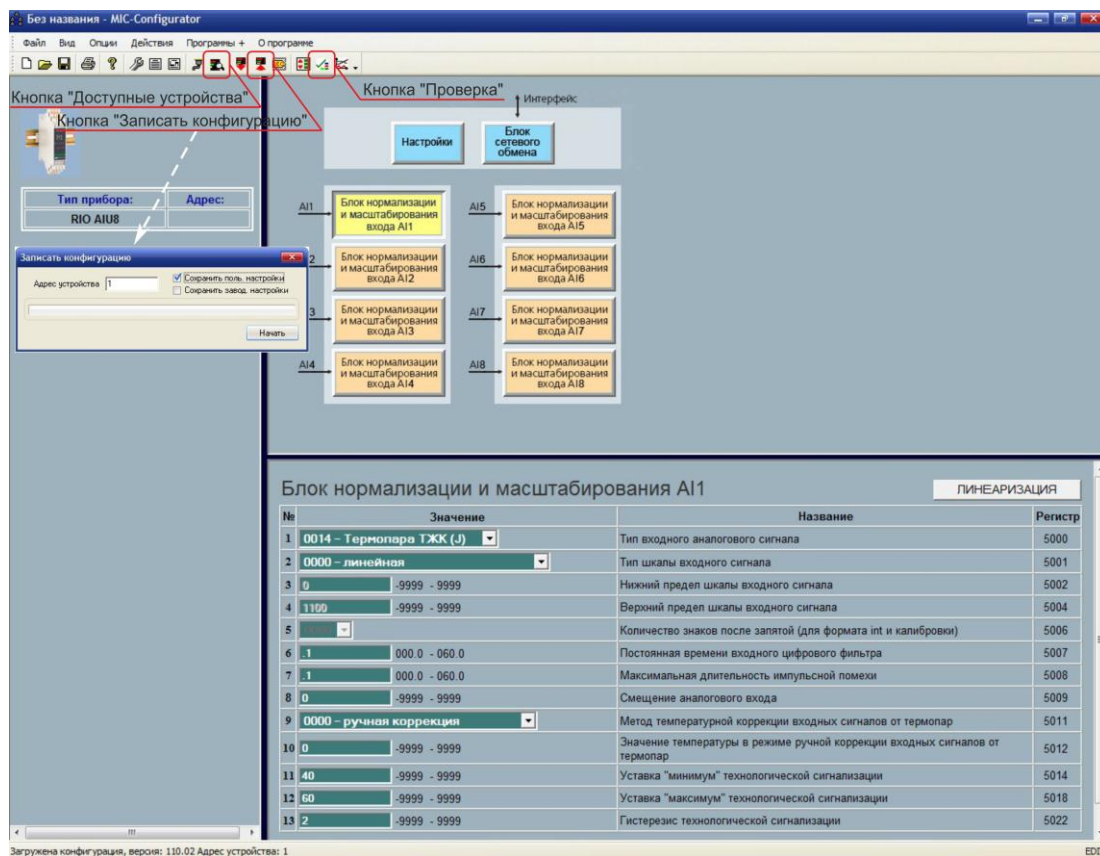

Рисунок 4.4 – Редактирование конфигурации
4.3.6.2 В окне редактирования параметров нажать кнопку "Блок сетевого обмена" (см. рис. 4.4).
Для проверки модуля на панели инструментов нажмите кнопку вызова окна проверки (см. рис. 4.4).